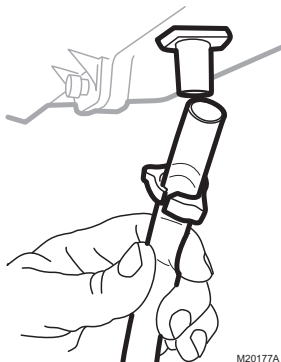

Fig. 9. Instalación de la tubería de drenaje.
4. Ejecute los siguientes pasos para instalar un tubo de drenaje de 1/2 in (13 mm) entre el humidificador y el drenaje de piso (consulte la Fig. 9).